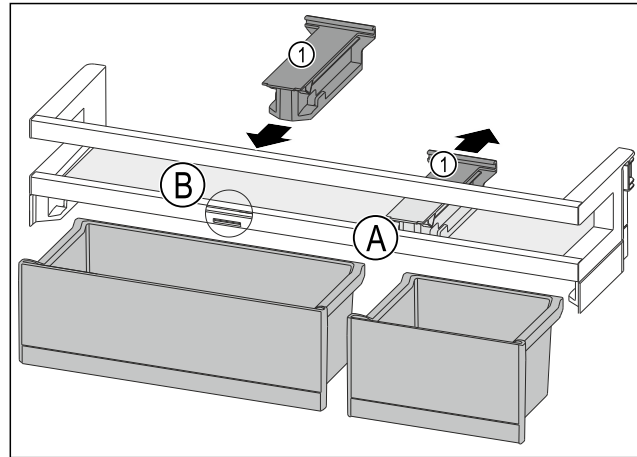

Fig. 93
- ▶ Halteteil Fig. 93 (1) in Position Fig. 93 (A) nach hinten abziehen.
- ▶ Halteteil Fig. 93 (1) in Position Fig. 93 (B) einsetzen.